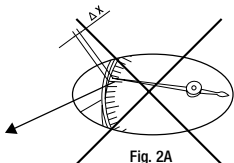
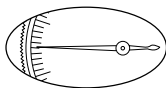

Fig. 2A
Fig. 2B
**Error de Paralaje:** Tenga cuidado al realizar mediciones para evitar el error de paralaje ( $\Delta x$ ). Este error ocurre cuando el punto de observación no es perpendicular al visor (Fig. 2A). Tome la lectura perpendicularmente al visor de la carátula (3) (Fig. 2B).